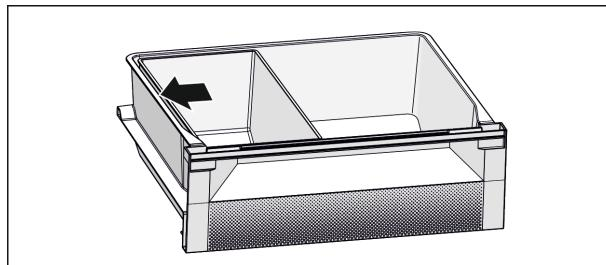

Fig. 7
- За оптимална охлаждаща функция: Позиционирайте тавичката Fish & Seafood съгласно фигура (вж Fig. 7).